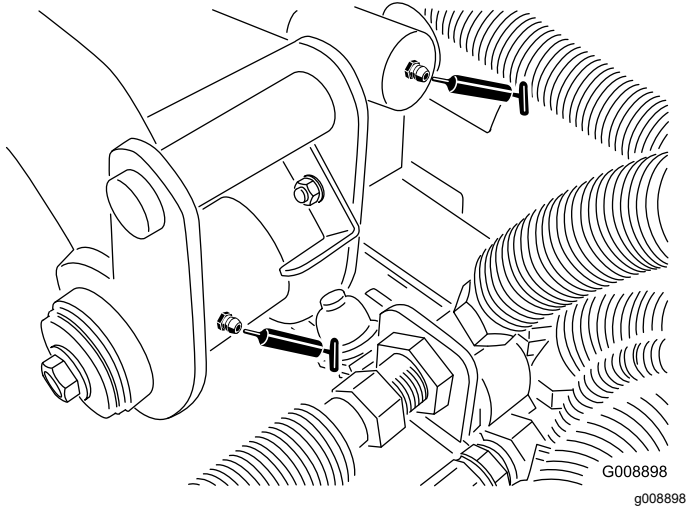

Figura 60
- Pivô do braço de elevação e cilindro de elevação traseiros (2 guarniões —Figura 60)